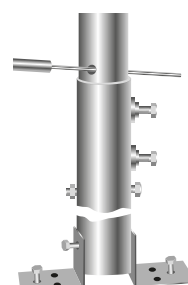

Рисунок 11
- 15** Поверните, второе, по счету от подпятника, колено мачты вокруг вертикальной оси до требуемого положения (используйте вороток и специальное отверстие в колене мачты, если оно есть). Рис. 11.